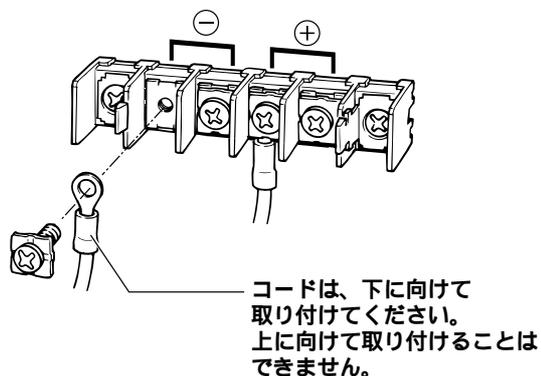

図2
3. スピーカケーブルと接続する端子を確認し、スクリー端子でしっかり固定する。(図2)